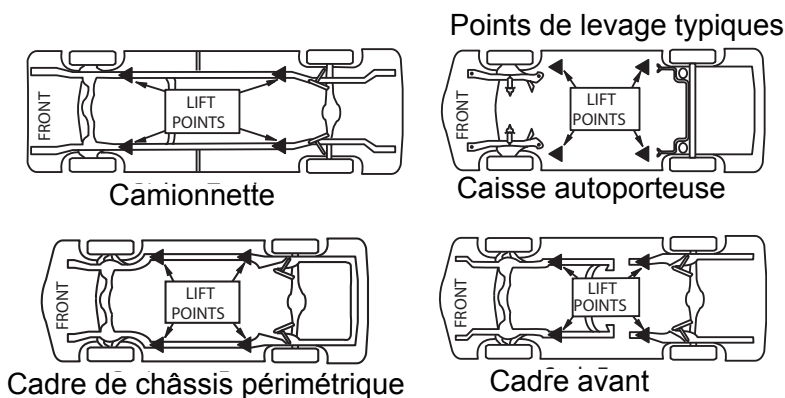

Fig. 2
3. Chargement : Faire pivoter les bras sous le véhicule et positionner les adaptateurs aux points de levage recommandés par le constructeur du véhicule, Fig. 2. Utiliser des adaptateurs intermédiaires, à grand pas ou optionnels en fonction de l'espace sous la carrosserie le cas échéant.